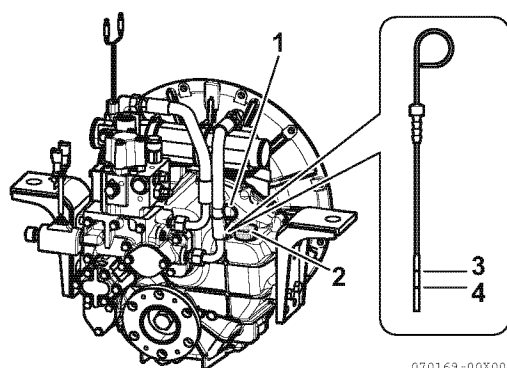

Figura 8
2. Retire el tapón de llenado (**Figura 8, (2)**) de la parte superior de la caja.
3. Retire la varilla de nivel (**Figura 8, (1)**) y límpiela con un trapo limpio.
5. Extraiga la varilla de nivel de aceite. El nivel de aceite debe encontrarse entre las líneas superior (**Figura 8, (3)**) e inferior (**Figura 8, (4)**) de la varilla de nivel.
3. Llene con aceite hasta el límite superior de la varilla de nivel (**Figura 8, (3)**). Consultar Especificaciones del aceite de inversor reductor marino en la página 34.